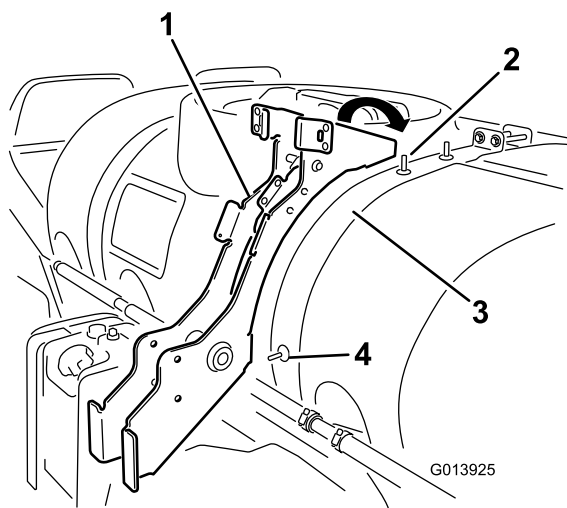

Рисунок 6
3. Установите раму поверх хомута бака, совместив нижнее отверстие в раме с выступающим болтом в боковой части хомута бака и верхнее отверстие с верхним болтом в хомуте бака, как показано на Рисунок 6.